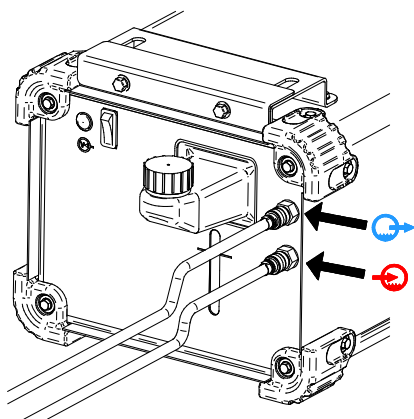

Figure 6.
- Branchez les flexibles du refroidisseur liquide aux prises d'entrée [5] et de sortie [4] du refroidisseur (Figure 6).
- Branchez les flexibles du refroidisseur liquide (Figure 6).